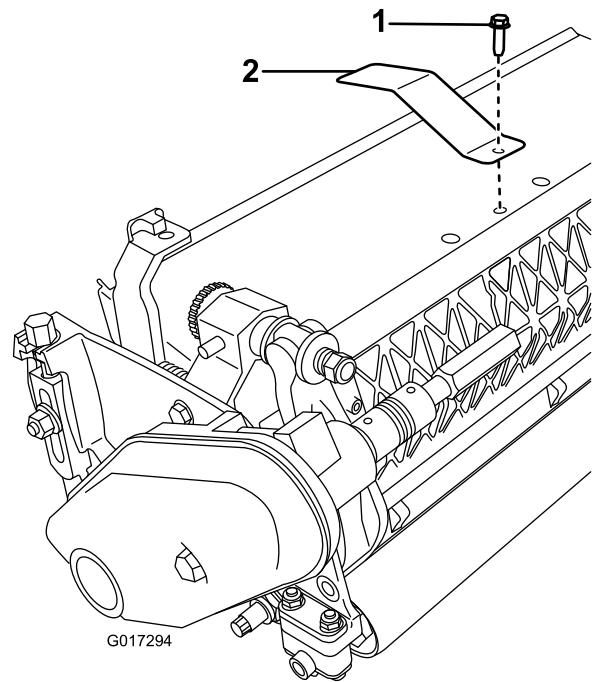

Figure 13
2. Retirez le boulon central du déflecteur d'herbe (Figure 13).
3. Montez la plaque cible en haut du plateau de coupe (sous l'auvent en plastique) au moyen du boulon retiré précédemment (Figure 13).